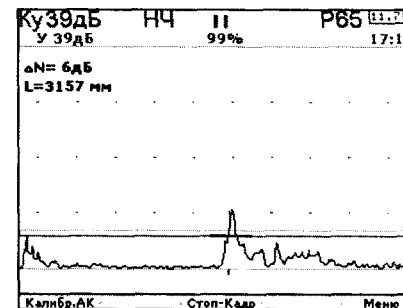

Рисунок 64
2.3 В случае бездефектного сечения рельса А-развертка на экране будет иметь приблизительно следующий вид (рисунок 64):